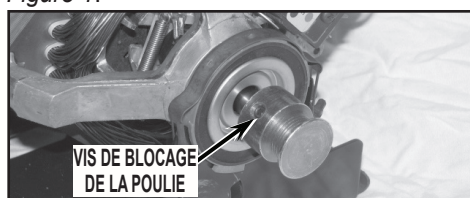

FIGURE 1
3. Il se peut qu'aucune poulie pour courroie de tambour ne soit fournie avec le moteur de rechange neuf. À l'aide d'une clé à tête hexagonale, ôter la poulie du moteur défectueux et la monter sur le moteur de rechange. Veiller à pousser la poulie sur l'arbre du moteur, l'aligner avec la poulie de tensionnement et bien serrer la vis de blocage. Voir *Figure 1*.